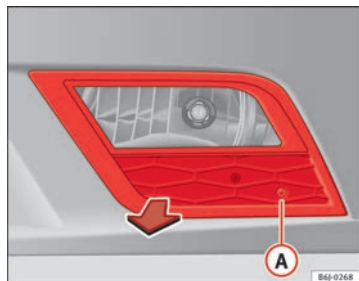

Fig. 157 Projecteur antibrouillard
- Retirez la vis ⇒ fig. 157 **(A)** de la grille du projecteur antibrouillard à l'aide d'un tournevis.